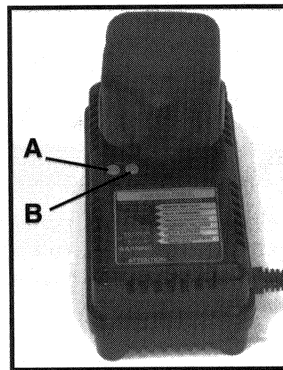

Fig. 5
Assurez vous que le voltage du circuit de puissance est le même que celui indiqué sur la plaquette des spécifications qui est sur le chargeur. Etablissez la connexion entre le chargeur et la prise de courant. Une lumière verte (A) Fig. 5 devrait commencer à clignoter. Ceci indique que le chargeur est prêt à commencer à charger.
Positionnez le bloc porte-piles sur le chargeur en faisant attention à ce que la languette du bloc porte-piles se trouve bien dans l'alignement de la fente du chargeur. Insérez le bloc porte-piles dans le chargeur (voir la Fig. 5). **NE FORCEZ PAS.** Si le bloc porte-piles refuse de s'insérer facilement, vous êtes en train de l'insérer incorrectement.
La lumière verte (A) Fig. 5 devrait maintenant commencer à luire continuellement. Ceci indique que le bloc porte-piles est en train de recevoir une charge rapide (si la lumière verte ne luit pas constamment, ou si la lumière rouge (B) Fig. 5 commence également à clignoter, consulter la section DIAGNOSTIQUE). Après une heure environ, l'indicateur lumineux pour la "Charge Rapide" devrait s'éteindre indiquant ainsi que le bloc porte-piles est entièrement chargé et que le chargeur fonctionne maintenant en "Charge d'appoint". On peut laisser le bloc porte-piles sur le mode "Charge d'appoint" jusqu'à ce que l'on désire en faire usage.
Le chargeur Modèle 8621 est équipé d'un système diagnostique qui vérifie automatiquement la batterie chaque fois qu'un bloc porte-piles est inséré dans le chargeur. S'il ne détecte aucun problème, le chargeur passera automatiquement sur le mode d'opération "Charge Rapide" tel que celui-ci est décrit dans la section CHARGEMENT NORMAL. Si un problème est détecté, celui-ci sera indiqué par les indicateurs lumineux du chargeur (voir Fig. 5) de la manière suivante: